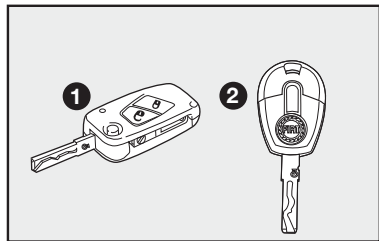

fig. 1
CHAVES - fig. 1
- Duas chaves **1-fig. 1** ou **2-fig. 1**.
- abertura/fechamento das portas por meio do controle remoto. (chave **1-fig. 1**).
Para a chave **2-fig. 1** está prevista a predisposição para instalação de controle remoto.